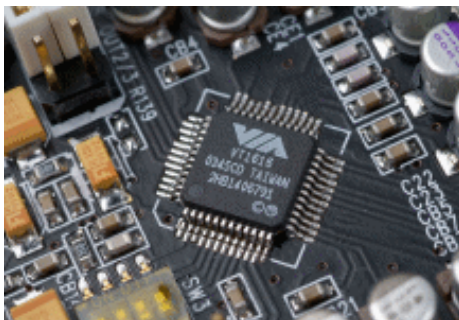

图 1.60
(2) 其他芯片：由于电脑运行和处理的都是数字信号，而一般的音箱只能接收模拟信号，因此声卡在处理音频时经常要进行数字信号和模拟信号的相互转换，这个工作就是由 Codec 芯片来完成的，如图 1.60 所示。Codec 这个词是 Coder-Decoder 的缩写，中文名为多媒体数字信号编码/解码器。在以前声卡集成度低的时候，完成编码和解码工作需要两块芯